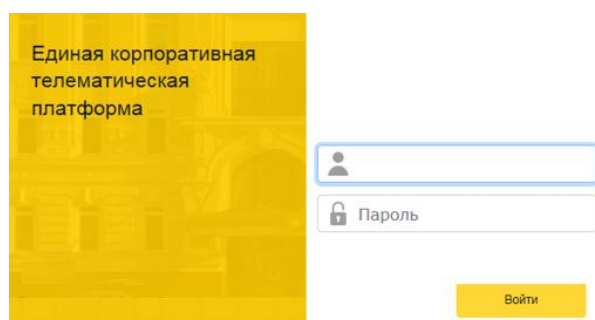

Рис. 1. Авторизация.
2. Ввести в адресной строке адрес сайта, полученный от Администратора системы. Ввести личные учетные данные и нажать кнопку «Войти» (см. рис. 1) .